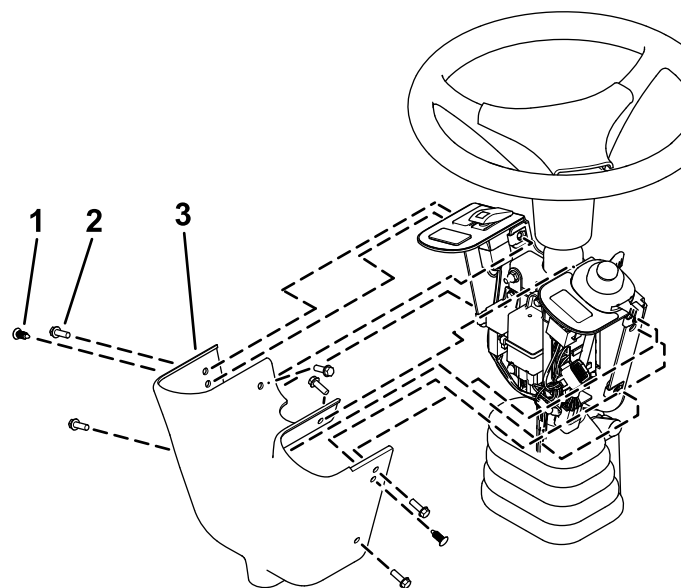

Figura 13
- 16. Fissate la protezione dei comandi sul supporto dell'interruttore con 2 rivetti a spinta e 6 viti a testa esagonale ($\frac{1}{4}$ " x $\frac{3}{4}$ "), come mostrato nella Figura 13.